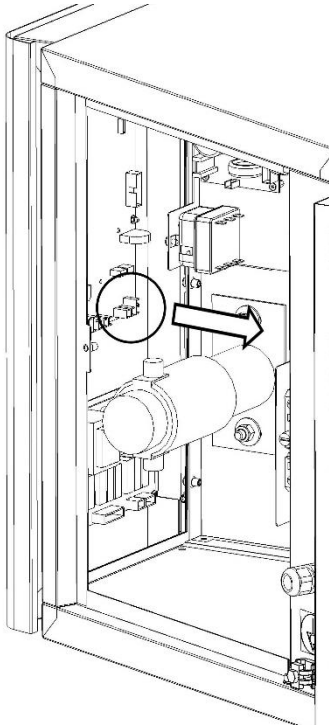

Fig.11A
3. Scollegare le connessioni elettriche alla scheda base (Fig.11A).